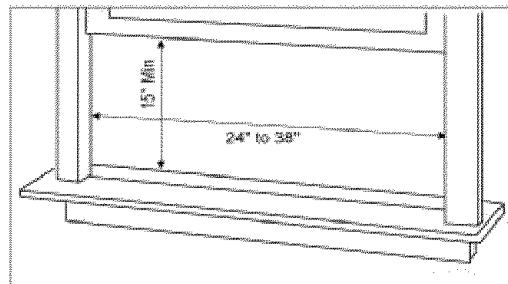

Fig. 1
NOTA: conserve la caja de la unidad y los materiales de empaque para almacenarla o transportarla en el futuro. Antes de instalar la unidad compare el contenido del juego de herramientas con la lista de control del modelo correspondiente. Consulte las siguientes listas (Fig. 1).
(Fig. 1)
1. Si el aire acondicionado tiene un gabinete de 18" de ancho, podrá colocarse en aberturas de ventanas de 24" a 38" de ancho. La altura mínima de abertura es de 15" desde la parte inferior del marco hasta el umbral (Fig. 1).